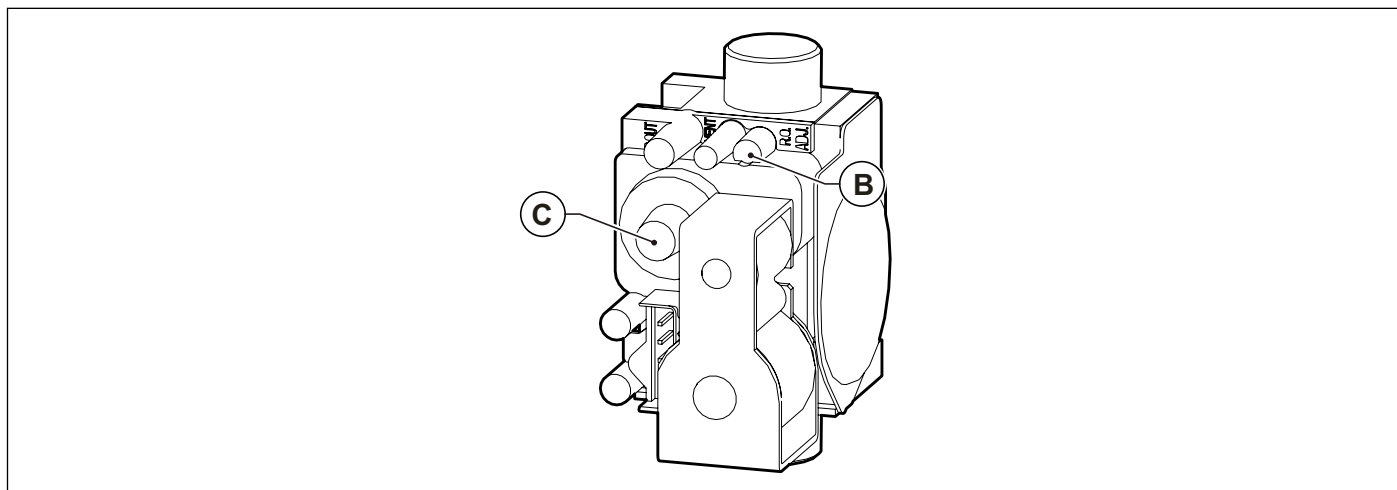

Fig. 36 Regolazione valore anidride carbonica
- Regolare il valore dell'anidride carbonica (CO2) nei fumi ruotando il regolatore di rapporto **B** (vedi Fig. 36 Regolazione valore anidride carbonica) e assicurarsi che rientri nei limiti della Tab. 19 Valori di CO2 nei fumi. Lasciare la caldaia in modalità spazzacamino e portarsi al passo successivo di regolazione alla potenza minima.
- Regolare il valore dell'anidride carbonica (CO2) nei fumi ruotando il regolatore di offset **C** (vedi Fig. 36 Regolazione valore anidride carbonica) e assicurarsi che rientri nei limiti della Tab. 19 Valori di CO2 nei fumi.